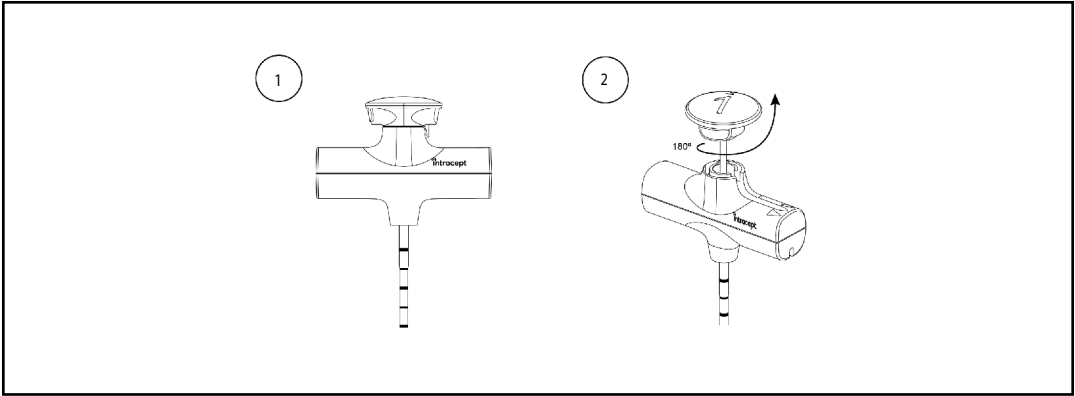

FIGURE 3
7. En tenant l'introducteur, retirer le stylet en appuyant simultanément sur le bouton de libération et en faisant tourner le stylet de 180 degrés dans le sens inverse des aiguilles d'une montre (voir Figure 3). Conserver le stylet dans la zone stérile au cas où vous en auriez à nouveau besoin.